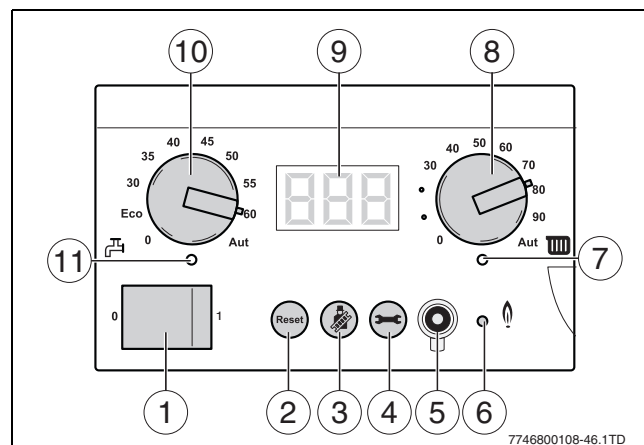

Рис. 6 Панель управления
- ▶ Установите пусковой выключатель в положение «1» (→ рис. 6, [1]).